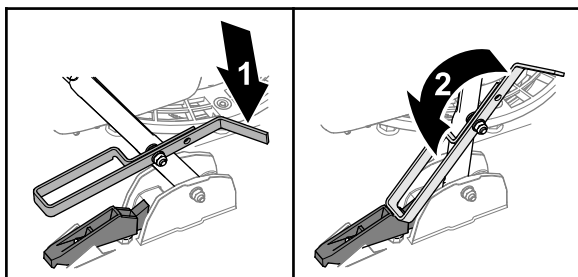

Figura 25
- Pentru a elibera bara de ghidare, ridică-o și rotește opritorul acționat cu piciorul în față (Figura 25).